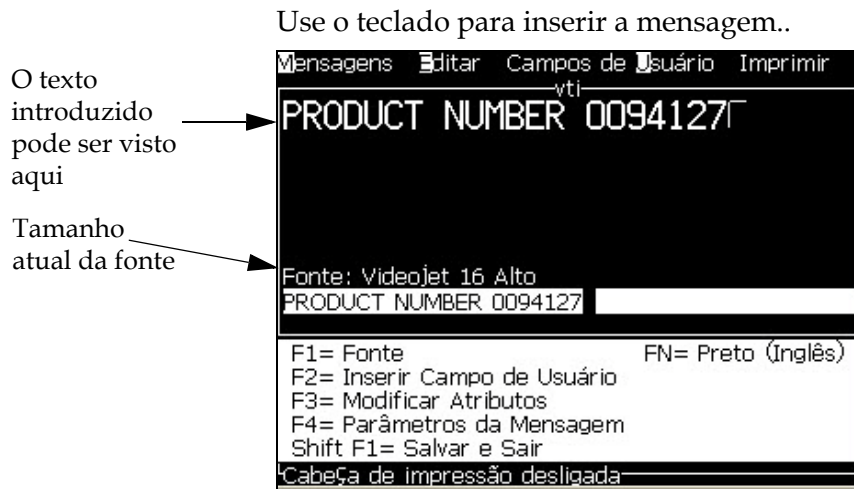

Figura 5-5: Criar nova mensagem
- 4 Pressione a tecla *Enter*. A tela do Editor de mensagens aparece (veja Figura 5-5 na página 5-21).